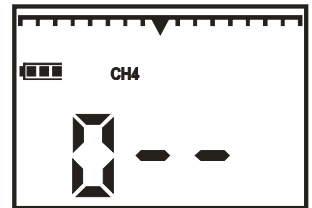

Рисунок 9.3
1) на воздухе, не содержащем горючих газов, перевести газоанализатор в режим "ПОДСТРОЙКА НУЛЯ". Для этого необходимо при нажатой кнопке "РЕЖИМ" включить газоанализатор. После появления на индикаторе надписи " 0 - - " отпустить кнопки (рисунок 9.3).